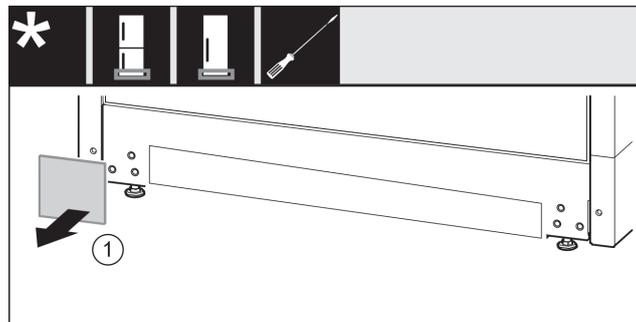

Fig. 18
- ▶ Снимите крышку Fig. 18 (1).